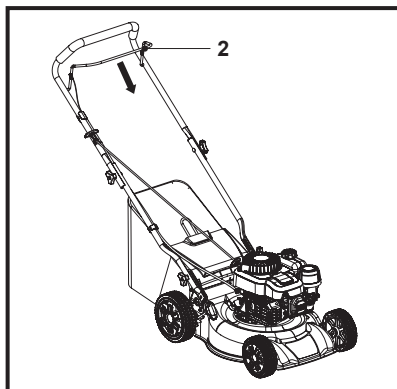

Fig. 16
1. Relâcher le levier de frein (2) pour arrêter le moteur et la lame de coupe (27) (Fig. 16).